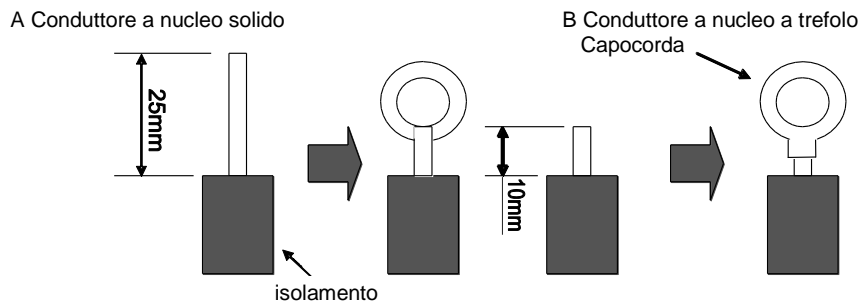

Fig. 26
1. Per conduttori con nucleo solido (fig. 26)
2. Per conduttori con nucleo a trefoli (fig. 26)